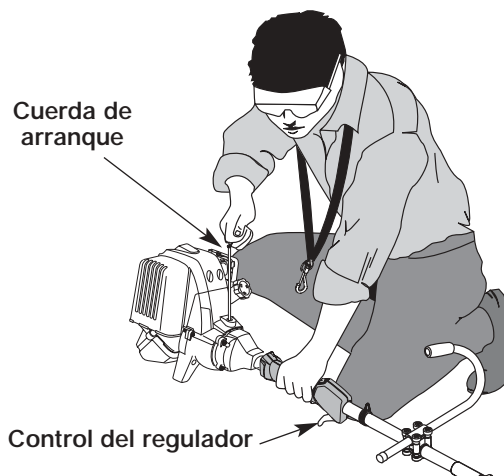

Fig. 22
ADVERTENCIA: Evite los arranques accidentales. Colóquese en posición de inicio cuando tire de la cuerda de arranque (Fig. 22). El operador y la unidad deben estar en una posición estable al arrancar la unidad para evitar graves lesiones personales. Compruebe que cualquier complemento usado se instale correctamente y que esté seguro, antes de poner en marcha la unidad.
4. Soporte en la posición de arranque y **no apriete el control de regulador** (Fig. 22). Tire bruscamente del cordón de arranque hasta 5 a 10 veces.